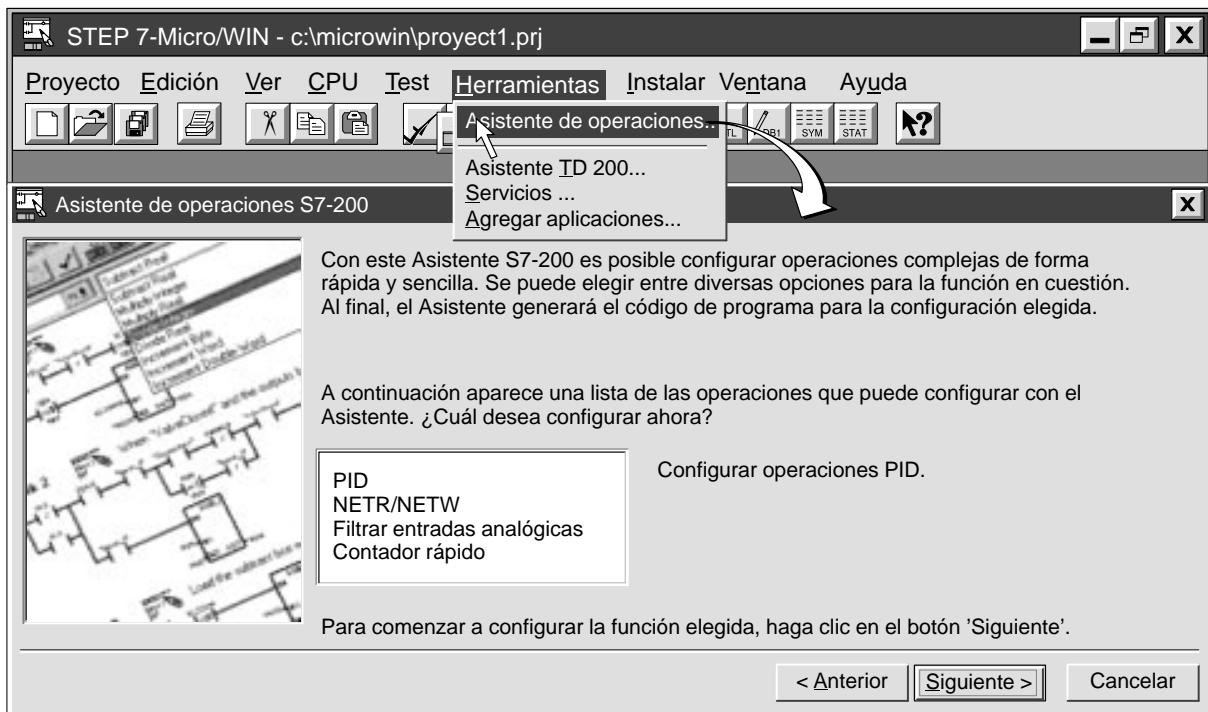

Figura 5-13 Utilizar el Asistente de operaciones S7-200
1. Elija el comando de menú **Herramientas > Asistente de operaciones...** como muestra la figura 5-13.